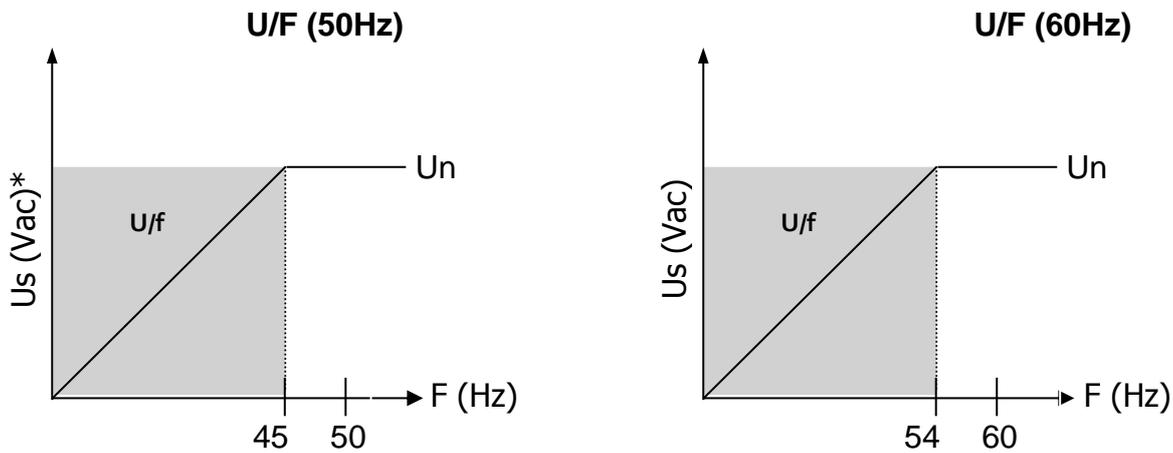

Figura 11.2: Operación de la protección U/F.
1. No dejar la protección U/F abierta. La configuración debe ser hecha conforme la Figura 11.2 para evitar problemas cuando se apaga el equipo. La frecuencia limitada por U/F es la frecuencia de la forma de onda que se encuentra en la entrada de alimentación del circuito y no para la entrada de realimentación (tensión de salida del generador).